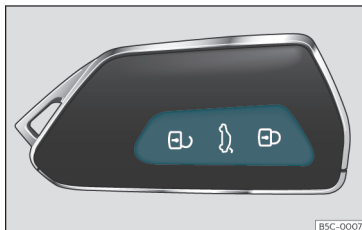

Fig. 70 Chiave con telecomando: tasti.
- Blocco: premere il tasto  » fig. 70.